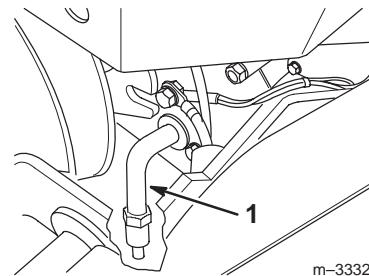

Bild 30
- Öffnen Sie die Verschlusschraube entgegen dem Uhrzeigersinn um 1/8-Umdrehung und ziehen die Schraube ab (Bild 30).